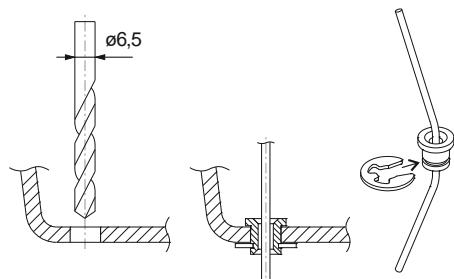

Рис. 10.2 – Организация прохождения троса через корпус ТС
10.2.3 Просверлить при необходимости (в случае установки измерителя на тороидальный баллон) отверстие $\varnothing 6,5$ мм для прохождения троса в элементах крепления баллона. Вставить в отверстие втулку из комплекта поставки и зафиксировать её с помощью упорной быстросъёмной шайбы. Продеть через втулку трос как показано на рис. 10.2: